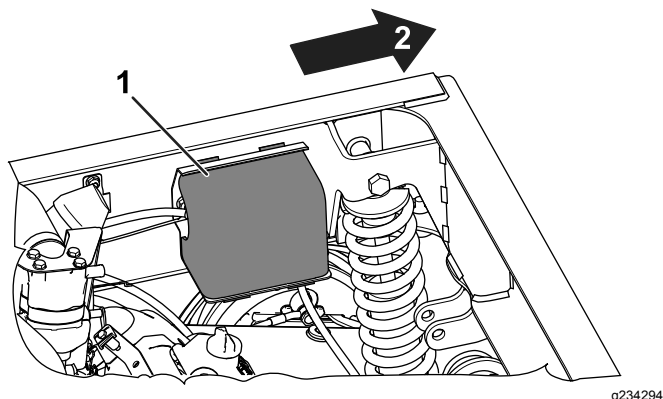

図 4
1. start/run ソレノイドのカバーを外す 図 4。